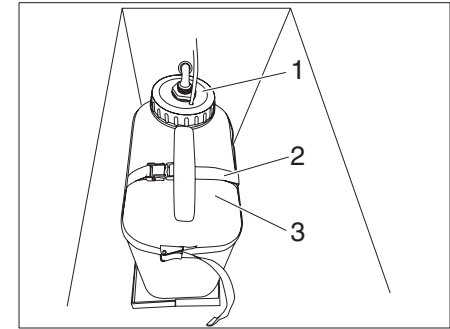

Fig. 84 Réservoir d'eau Douche extérieure
Le réservoir à eau (Fig. 84) de la douche extérieure se trouve sur le côté gauche du véhicule sous le volet d'accès devant le réchaud à gaz.
- ▶ Desserrer la courroie de fixation (Fig. 84,2).
- ▶ Dévisser le couvercle (Fig. 84,1) et le retirer avec la pompe immergée.
- ▶ Retirer le réservoir d'eau (Fig. 84,3) et le remplir.
- ▶ Remettre en place le réservoir d'eau rempli, insérer le couvercle avec la pompe immergée (Fig. 84,1) et fermer en vissant.
- ▶ Fixer le réservoir d'eau avec la courroie de fixation (Fig. 84,2).